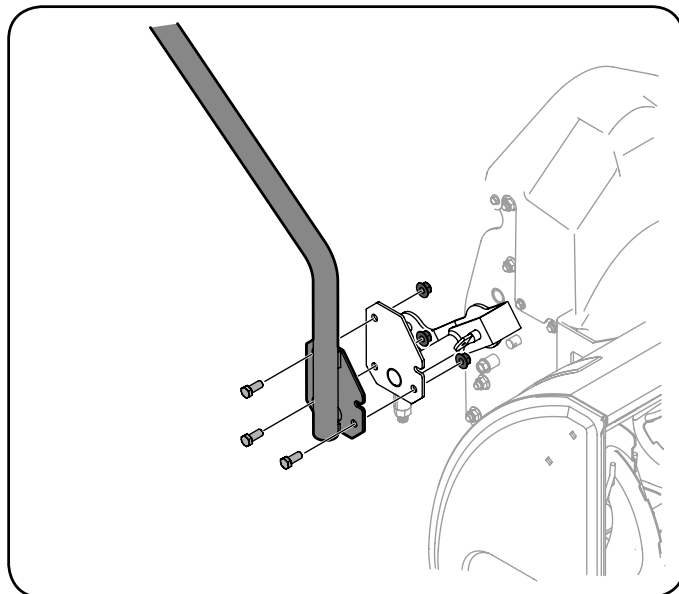

Рисунок 3-20
- С помощью двух ключей на  $\frac{9}{16}$ » (14 мм) притяните подъемную рукоятку к корпусу шнека тремя винтами с шестигранными головками и фланцевыми гайками (см. рис. 3-20).